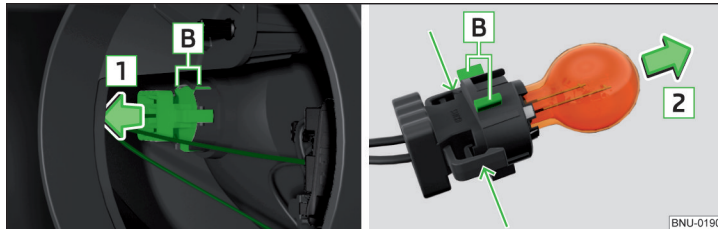

Abb. 348 Glühlampe für Blinklicht vorn wechseln
- › Die Fassung mit der Glühlampe mit Wackelbewegungen in Pfeilrichtung **1** » Abb. 348 herausziehen.